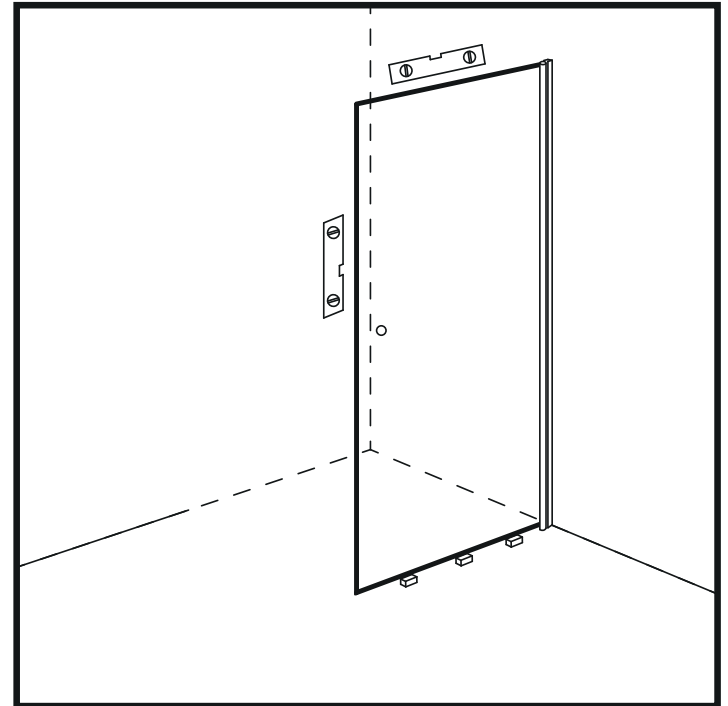

Abbildung 5
11. Stellen Sie sicher, dass das Glas in der richtigen Position innerhalb des Scharnierleistenprofils fixiert ist und dass der Rand des Glases gerade ist. (Abbildung 5)